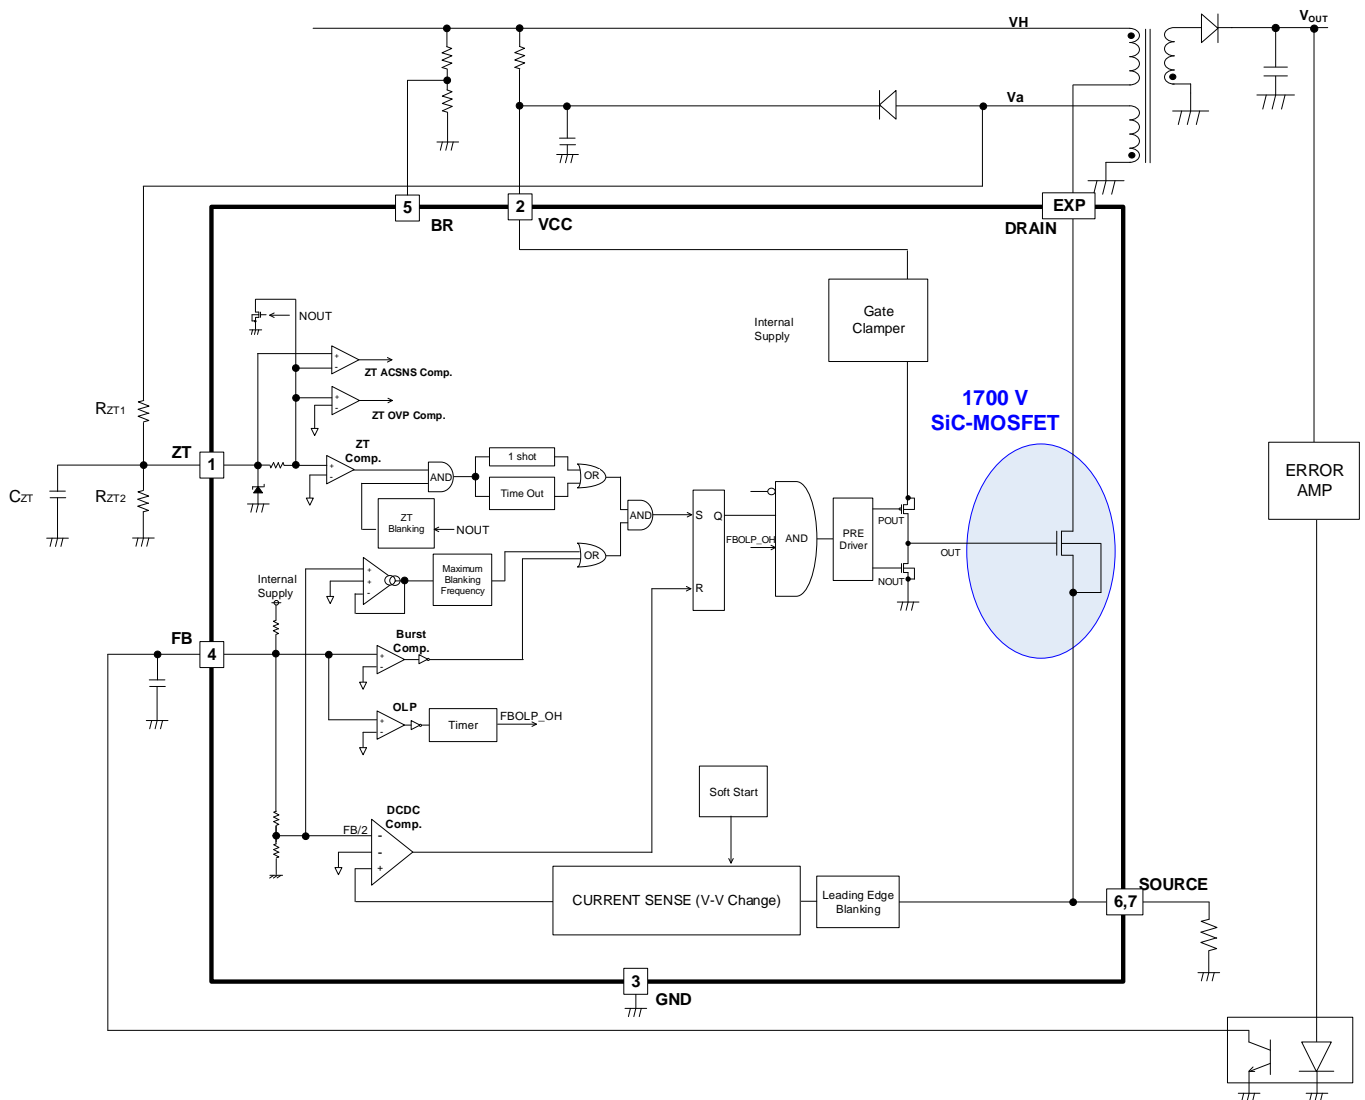
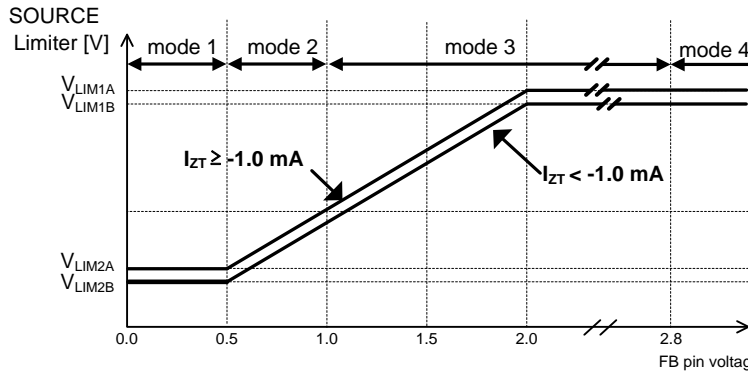
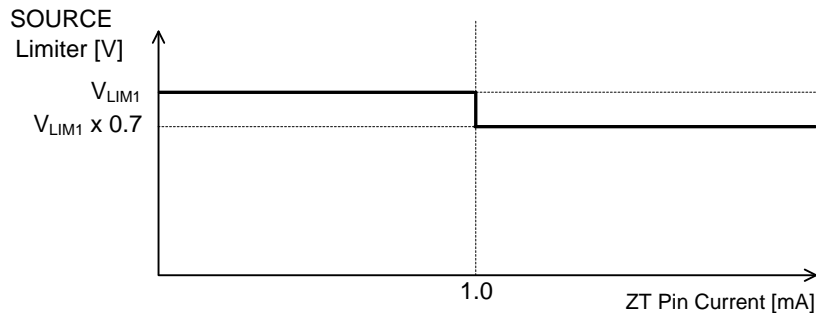
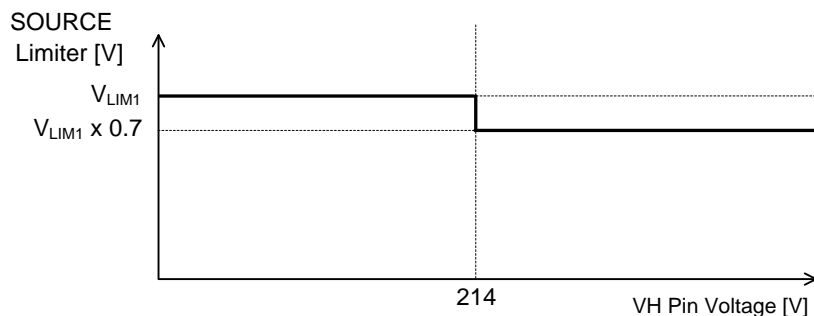

Figure 6. Block Diagram of SOURCE Switching Current
Figure 7. SOURCE Switching: SOURCE Limiter vs FB Pin Voltage
Figure 8. SOURCE Switching: SOURCE Limiter vs ZT Pin Current
Figure 9. Example of SOURCE Switching: SOURCE Limiter vs VH Pin Voltage
入力電圧 (VH) が高くなると、ON 時間が短くなり、動作周波数も増加します。その結果、一定の過電流リミッタに対し、最大許容電力が増加します。そのため、IC 内部の過電流保護機能の切り換えを行うことにより対策します。高電圧の場合は、ON 時間を決定する過電流コンパレータを通常の 0.7 倍に設定します。ZT 流入電流をモニタすることにより、過電流を検出し、切り換えを行います。MOSFET ターンオン時、Va は入力電圧 (VH) に依存する負電圧です。ZT 端子は、IC 内部で、0V 近くでクランプします。その場合の計算式を下記に示します。Figure 6 にブロック図を、Figure 7、Figure 8、Figure 9 にグラフを示します。